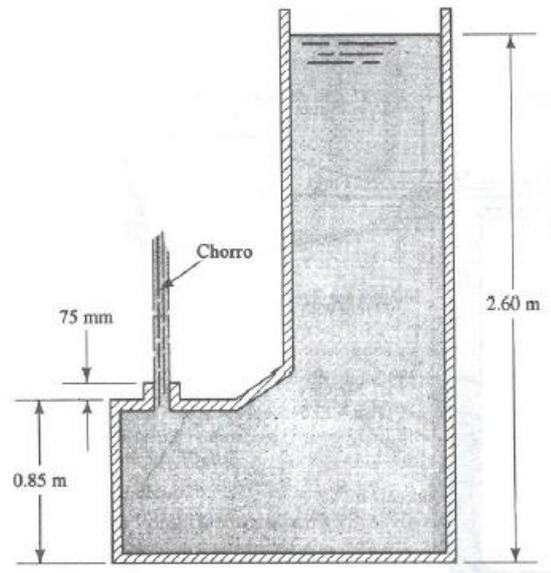

Figura 6.41
6. A que altura se elevará el chorro de fluido si se tiene las condiciones que se presentan en la figura 6.41?